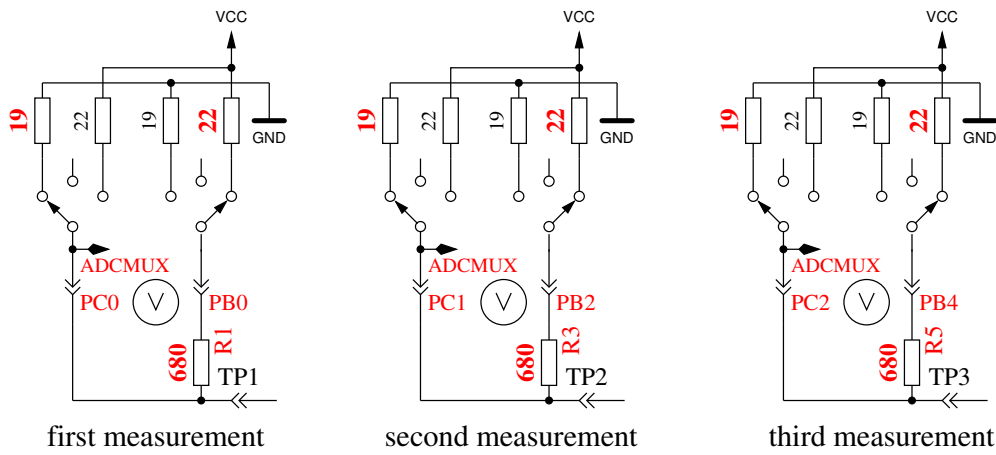

Abbildung 5.64. Messung des Innenwiderstandes von auf GND geschalteten Port-C-Ausgängen.
5. Dieser Schritt testet die **Fähigkeit von mit GND (-) verbundenen $470k\Omega$ -Widerständen (H) die Testpins auf GND zu ziehen**. Zeile 1 zeigt den Text „RH-“. Zeile 2 sollte für alle drei Pinne Null mV anzeigen.
6. Dieser Schritt testet die **Fähigkeit von mit VCC (+) verbundenen $470k\Omega$ -Widerständen (H) die Testpins auf VCC zu ziehen**. Zeile 1 zeigt den Text „RH+“. Der bestmögliche mV Wert für die drei Messungen wäre 0 in Zeile 2, da die Diffenz zu VCC dargestellt wird. Große Abweichungen vom Idealwert für Schritt 5 und 6 sind Fehler wie Isolations-Problem, Flussmittelreste oder beschädigter Port.
8. **Messung des Innenwiderstandes eines auf GND geschalteten Ausgangs.** Dieser und die folgenden Schritte werden nur bei gewählter AUTO_CAL-Option durchgeführt. Die internen Port-C-Widerstände von auf GND (-) geschalteten Ausgängen werden mit dem Strom der nach VCC (+) geschalteten 680Ω Widerstände gemessen, siehe Abbildung 5.64. Es werden nur die drei Pins des ADC-Ports vermessen, die Widerstands-Ports PB0, PB2 und PB4 können nicht ohne Veränderung der Hardware gemessen werden. Es wird angenommen, dass die Portwiderstände von unterschiedlichen Ports nahezu identisch sind. Der Widerstandswert wird im nächsten Schritt mit ausgegeben.